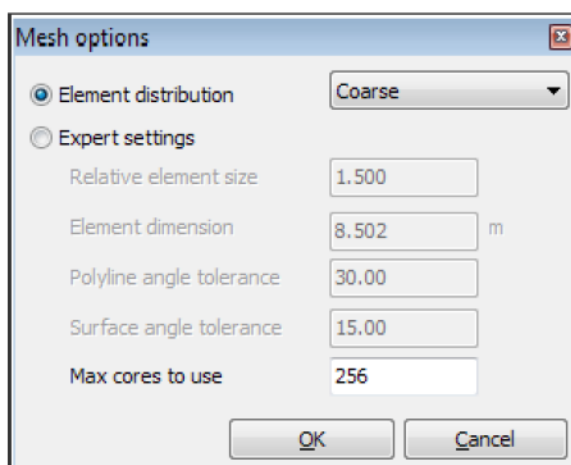

图 1.9 网格选项窗口
- 2)  从侧边工具栏中点击**生成网格按钮(Generate mesh)**，或者在网格菜单(Mesh)中选择**生成网格(Generate mesh)**选项。在网格选项窗口中将**单元分布(Element distribution)**修改为粗，如图 1.9 所示，点击 OK 开始网格划分。